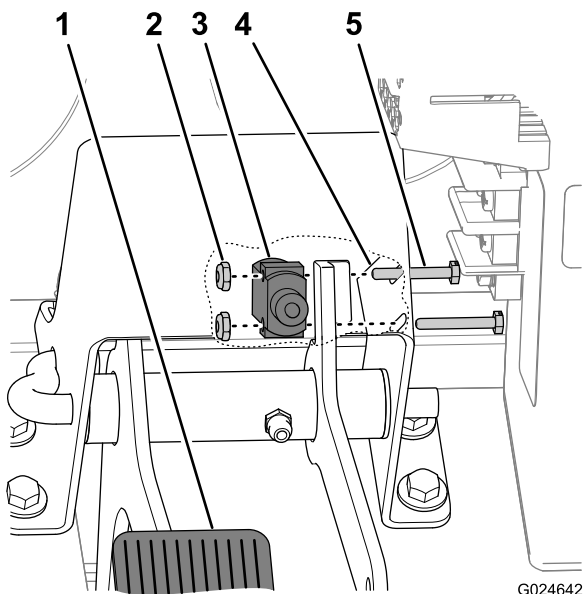

Figura 45
1. Alinee el interruptor de desconexión con la cara interior de la pestaña derecha del soporte del pedal del acelerador, con el arnés de cables del interruptor hacia adelante (Figura 45).
- Alinee los taladros de montaje del interruptor de desconexión con el extremo delantero de las ranuras del soporte del pedal del acelerador (Figura 45).